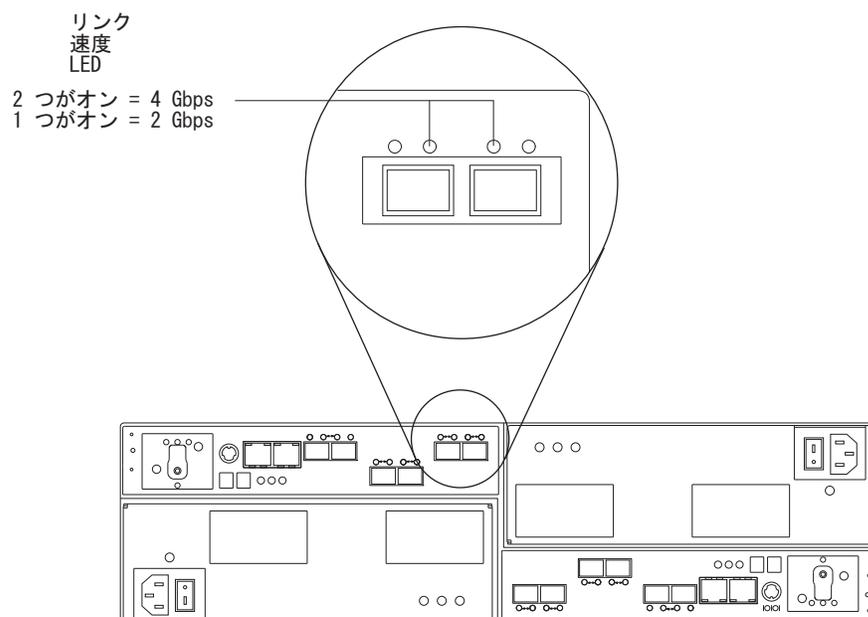

図 83. リンク速度 LED
2. リンク速度インディケータ LED を見つけます。図 83 に、ストレージ・サブシステムの背面にあるリンク速度表示ライトの位置を示しています。
4. リンク速度スイッチを見つめます。図 83 に、コマンド・モジュールの前面にあるリンク速度表示ライトの位置を示しています。